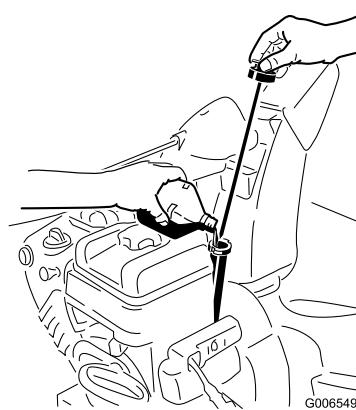

Figure 19
1. Retirez la jauge et versez de l'huile lentement dans le goulot de remplissage pour faire monter le niveau de liquide jusqu'au repère du plein (Full) sur la jauge. **Ne remplissez pas excessivement** (Figure 19). (voir Contrôle du niveau d'huile moteur à la section Entretien).